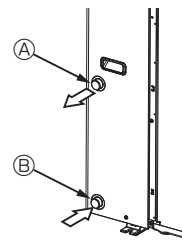

Fig. 4-1
4.1. Vízcsőcsatlakozás (Fig. 4-1)
- A bemeneti és kimeneti csövek pozíciója a Fig. 4-1 ábrán látható.
[Fig. 4-1]